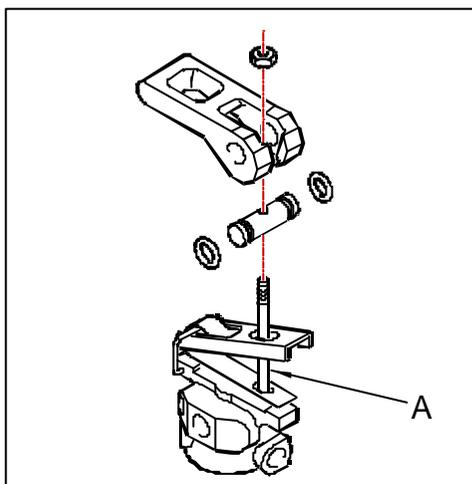

Fig. 3
- À il est conseillé afin de durcir légèrement la commande, d'intercaler sur la tige en **A** (Fig. 3) un ressort ou morceau de caoutchouc (durite, silentbloc, etc...),